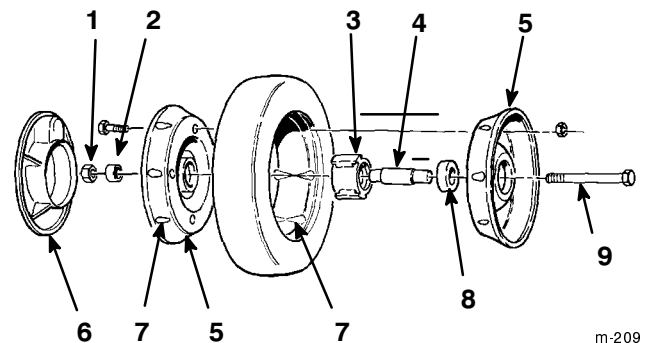

Bild 35
3. Entfernen Sie die Innensechskantschraube, das Distanzstück im Rad und die Sicherungsmutter, die das Rad am Gelenkhebel befestigen (Bild 35).
4. Trennen Sie die Radhälften von den Reifen ab, indem Sie vier Innensechskantschrauben und vier Sicherungsmuttern entfernen (Bild 35).
Hinweis: Wenn Sie die Lager aus der Lager-/Naben-Gruppe entfernen, führen Sie diesen Schritt durch Drücken auf das Lagerdistanzstück durch (Bild 35).
1. Positionieren Sie den Reifen auf einer Radhälfte, wobei Sie die Ansätze an beiden ausfluchten (Bild 35).
2. Positionieren Sie die Lager-/Nabengruppe in das zentrale Loch der Radhälfte. Stellen Sie sicher, dass die Beine der Nabe über dem Flansch des Lochs positioniert sind (Bild 35).
3. Legen Sie die zweite Radhälfte über die Lager-/Nabengruppe, wobei Sie die Rad- und Reifenansätze mit den Befestigungslöchern abstimmen (Bild 35).
4. Montieren Sie die beiden Radhälften locker mit zwei 6 x 38 mm Gewindeschrauben und einfachen Muttern. Führen Sie die Schrauben in die gegenüberliegenden Löcher ein (Bild 35).
5. Kontrollieren Sie, ob alle Bauteile gefluchtet sind und ziehen dann die Schrauben, abwechselnd von Seite zu Seite, so fest, dass die beiden Radhälften gleichmäßig zusammengezogen werden (Bild 35).
6. Führen Sie beide Innensechskantschrauben und beide Sicherungsmuttern, die vorher entfernt wurden, in die restlichen Löcher der Radhälften ein und ziehen diese fest. Entfernen Sie die beiden langen Gewindeschrauben und ersetzen diese durch zwei Innensechskantschrauben und zwei Sicherungsmuttern (Bild 35).
7. Montieren Sie das Rad mit Hilfe von Innensechskantschrauben, einem Distanzstück und einer Sicherungsmutter am Gelenkhebel. Stellen Sie dabei sicher, dass sich das Distanzstück zwischen der Radnabe und dem Gelenkhebel befindet (Bild 35).